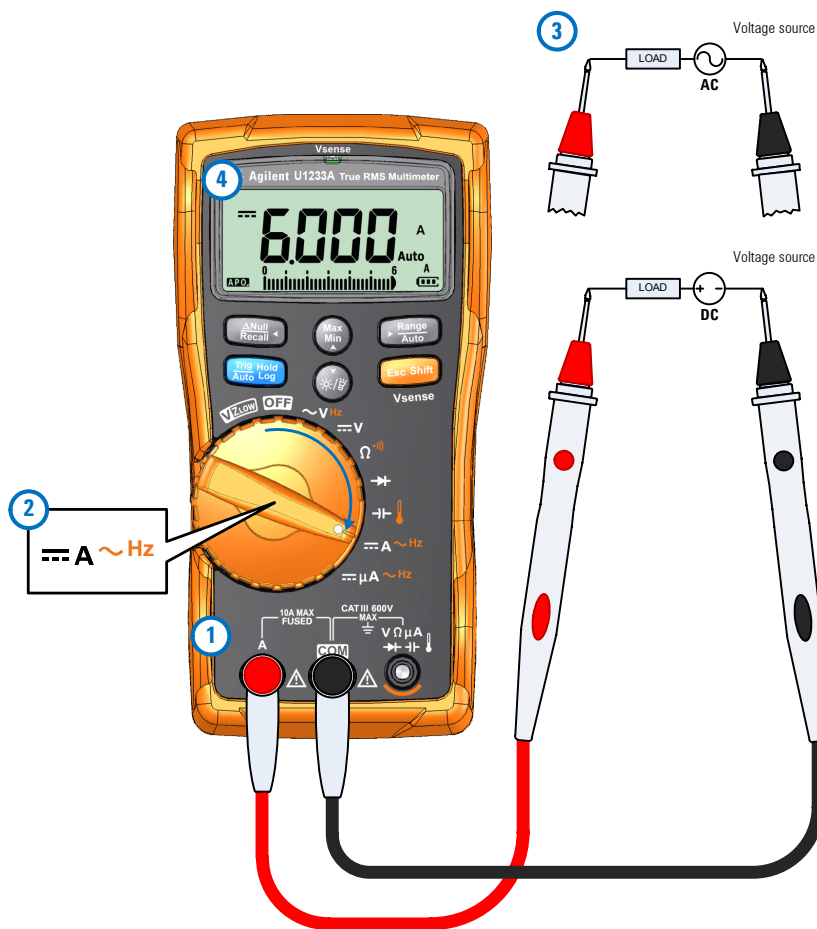
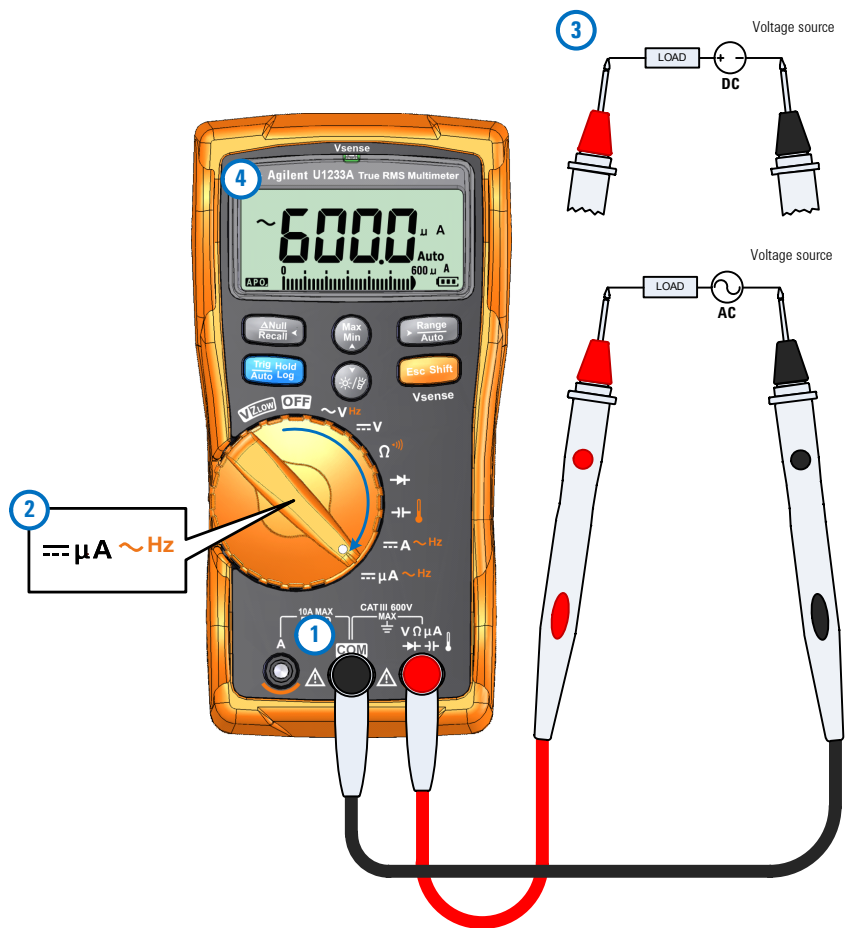

Figura 2-24 Medir corrente CC/CA (até A)
Figura 2-25 Medir corrente CA/CC (até μ A)
Configure o multímetro para medir a corrente CA ou CC como mostrado na Figura 2-24 e na Figura 2-25. Aplique as pontas de prova nos pontos de medida e leia o mostrador.
- 1 Configure o multímetro para fazer medições de μA como mostrado na Figura 2-25.